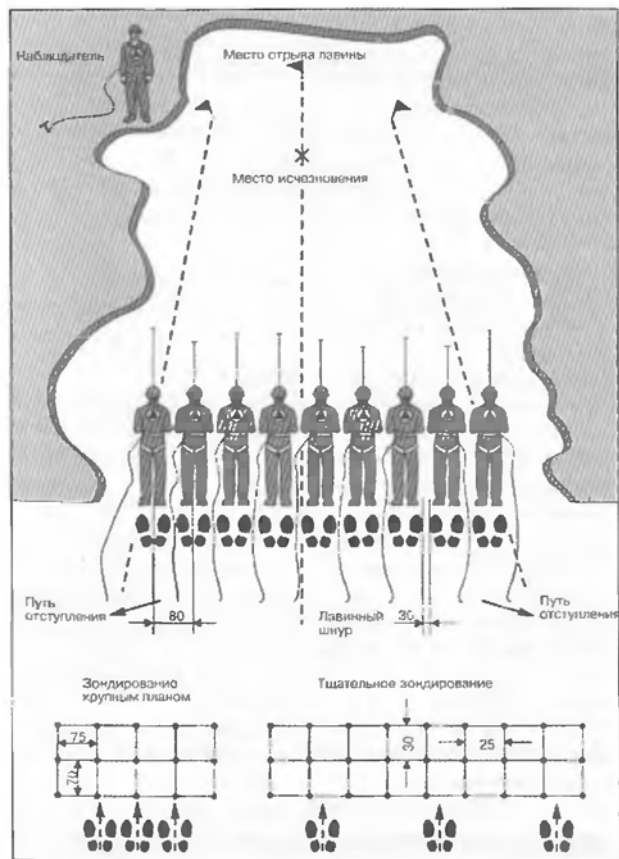

Рис.20. Поиск пострадавших в лавине зондированием
- последовательное обследование мест возможного нахождения попавших в лавину с помощью приборов поиска, поисковых собак, зондов (рис.20);